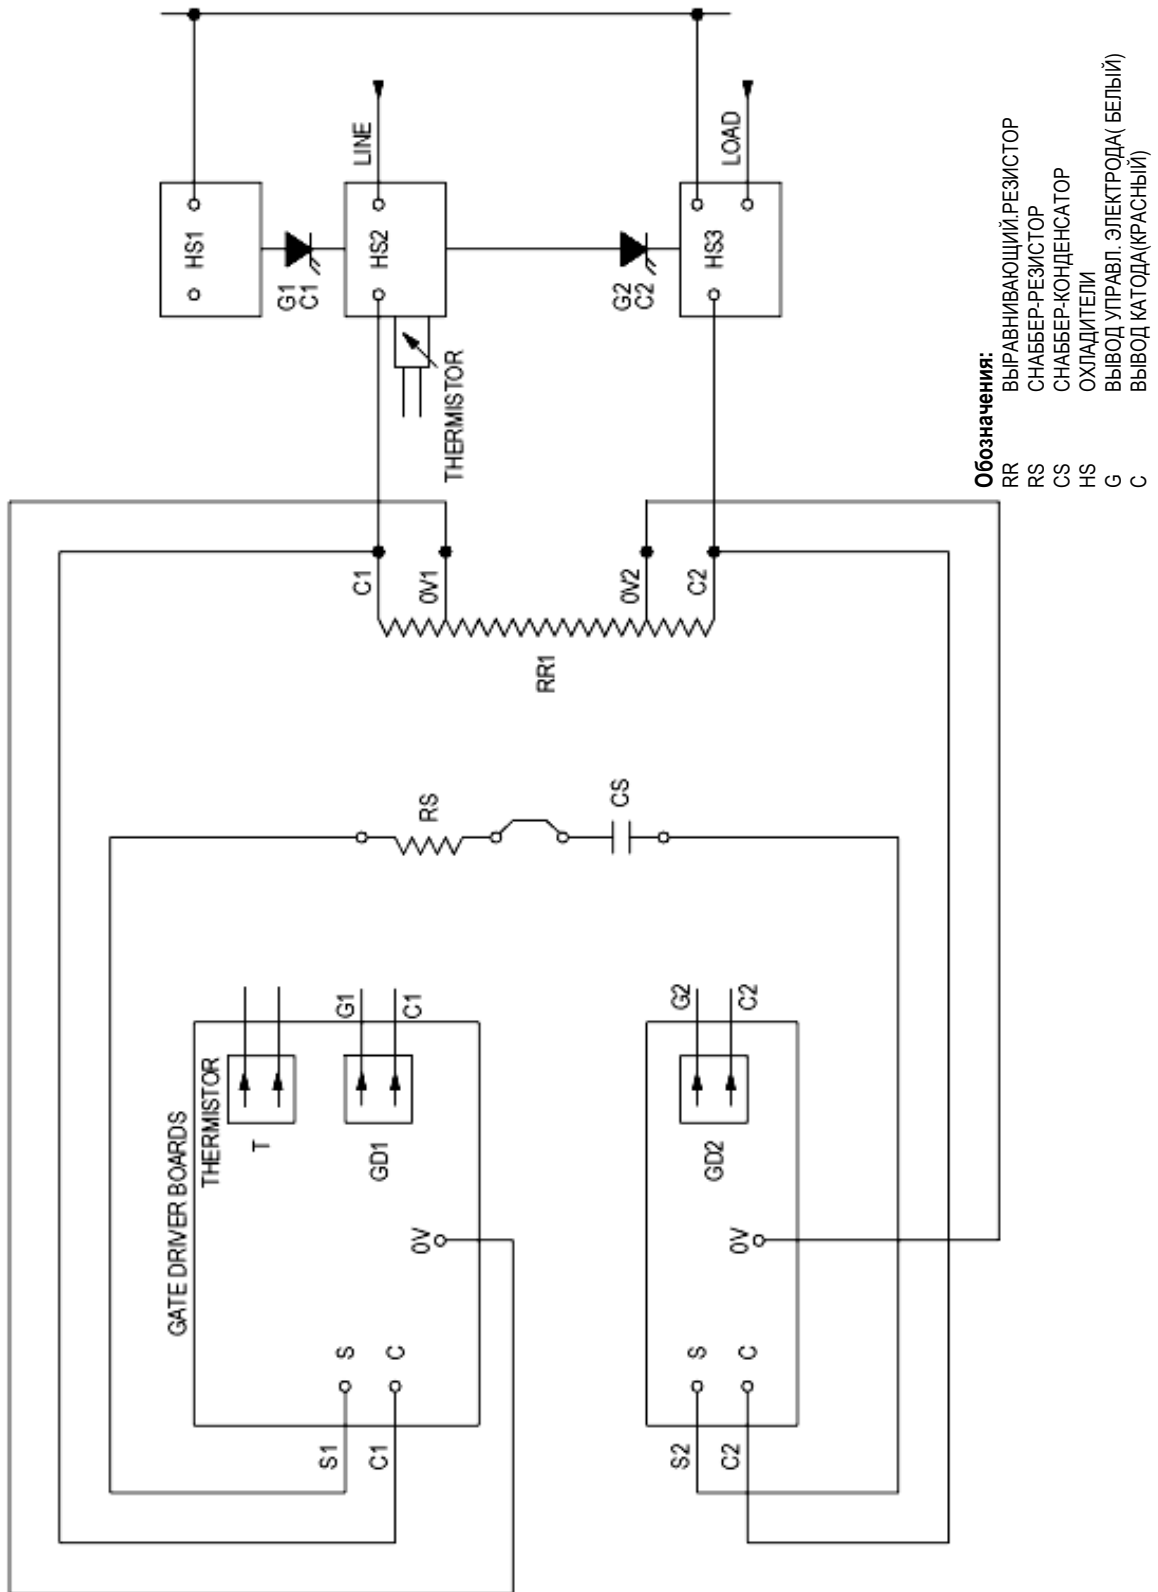

Рис. 9.21 Схема модуля 1500/2400 В (180/360 А)
2. Проверьте компоненты снаббер-цепей и выравнивающие резисторы, для этого сначала разделите их, а затем измерьте (см. рис. 9.21 ... 9.26):